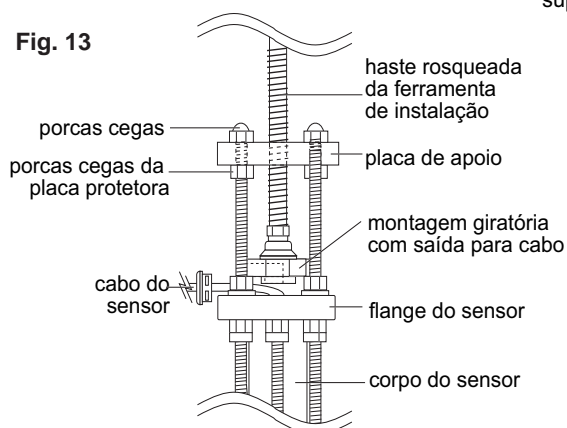

Fig. 14
I. Usando uma máscara de proteção, **abra a válvula de isolamento devagar até estar plenamente aberta**. Afrouxe as porcas sextavadas e contraporcas inferiores e desloque-as até a dimensão "H" correta. Gire o eixo da ferramenta de instalação no **sentido horário** até que o flange do sensor encoste nas porcas sextavadas e contraporcas inferiores. Atarraxe as porcas sextavadas superiores até que encostem no flange do sensor. Aperte as porcas sextavadas superiores para fixar o sensor (fig. 14).